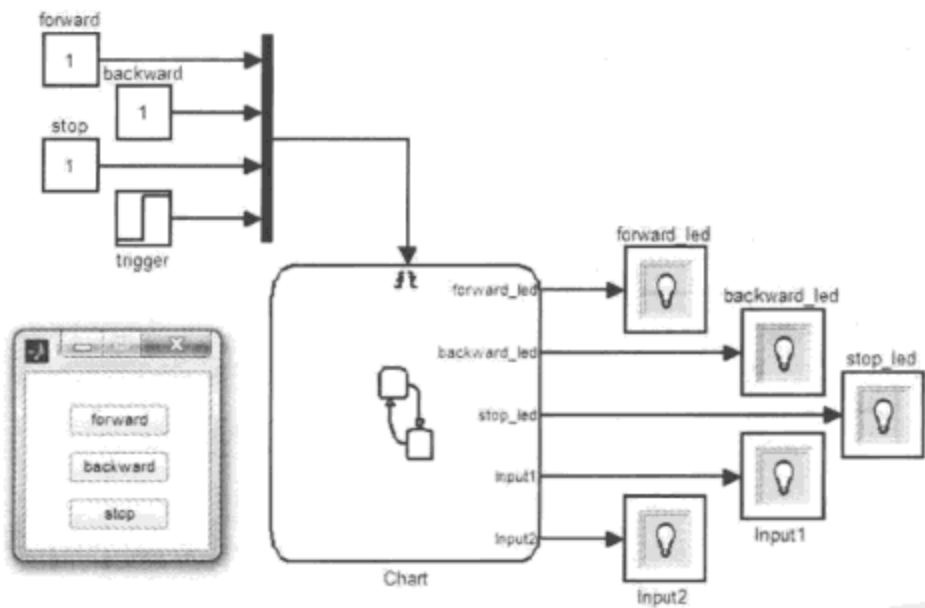

图 5.3.25 功能验证模型
根据第 3 章的介绍建立 GUI 界面,并连接各模块,如图 5.3.25 所示。
(1) 数据类型转换。在模块库 Simulink→Ports & Subsystems 中找到输入模块与输出模块,替换图 5.3.25 中的常数、阶跃与 LED 模块,并将模型另存。
以 SIL 模块替换图 5.3.25 的 Stateflow 模块,重建验证模型,并在各端口间加入必要的数据类型转换模块。